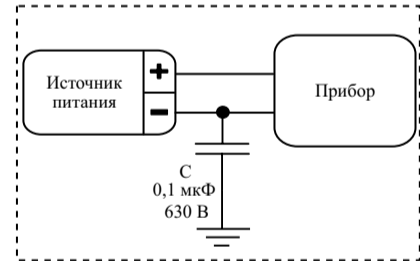

Рисунок 2
**ВНИМАНИЕ! В ЦЕЛЯХ ПОВЫШЕНИЯ ПОМЕХОУСТОЙЧИВОСТИ СИСТЕМЫ ОХРАННО-ПОЖАРНОЙ СИГНАЛИЗАЦИИ МИНУСОВОЙ ПРОВОД ИСТОЧНИКА ПИТАНИЯ ПРИБОРА РЕКОМЕНДУЕТСЯ ЗАЗЕМЛЯТЬ ЧЕРЕЗ НЕПОЛЯРНЫЙ КОНДЕНСАТОР ЕМКОСТЬЮ 0,1 – 0,47 мкФ х 400 В (ИЛИ БОЛЕЕ). НАПРИМЕР: К73-17, 0,1 мкФ, 630 В (РИСУНОК 2).**